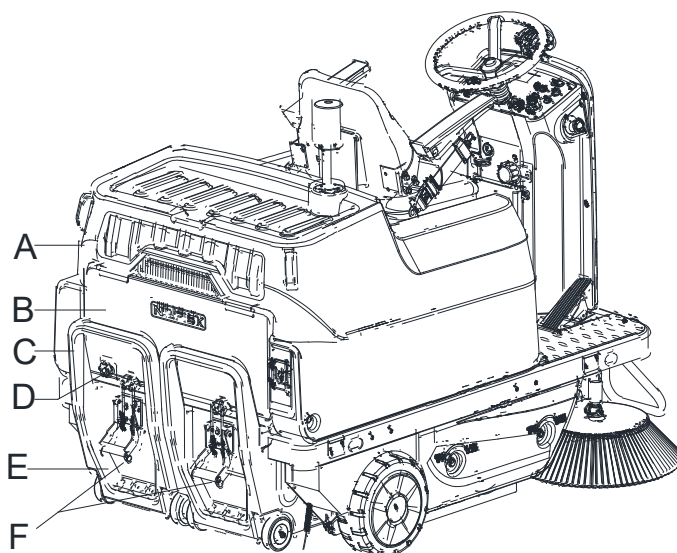

Figura 27
3. Baje la tapa (A, figura 27).
4. Abra la cremallera de la tolva con el tirador (F, figura 27).
5. Utilice el tirador de la tolva (C, figura 27) para retirarla (E, figura 27).
6. Afloje el tornillo (D, figura 27) para retirar la placa de la tapa de la tolva (B, figura 27).